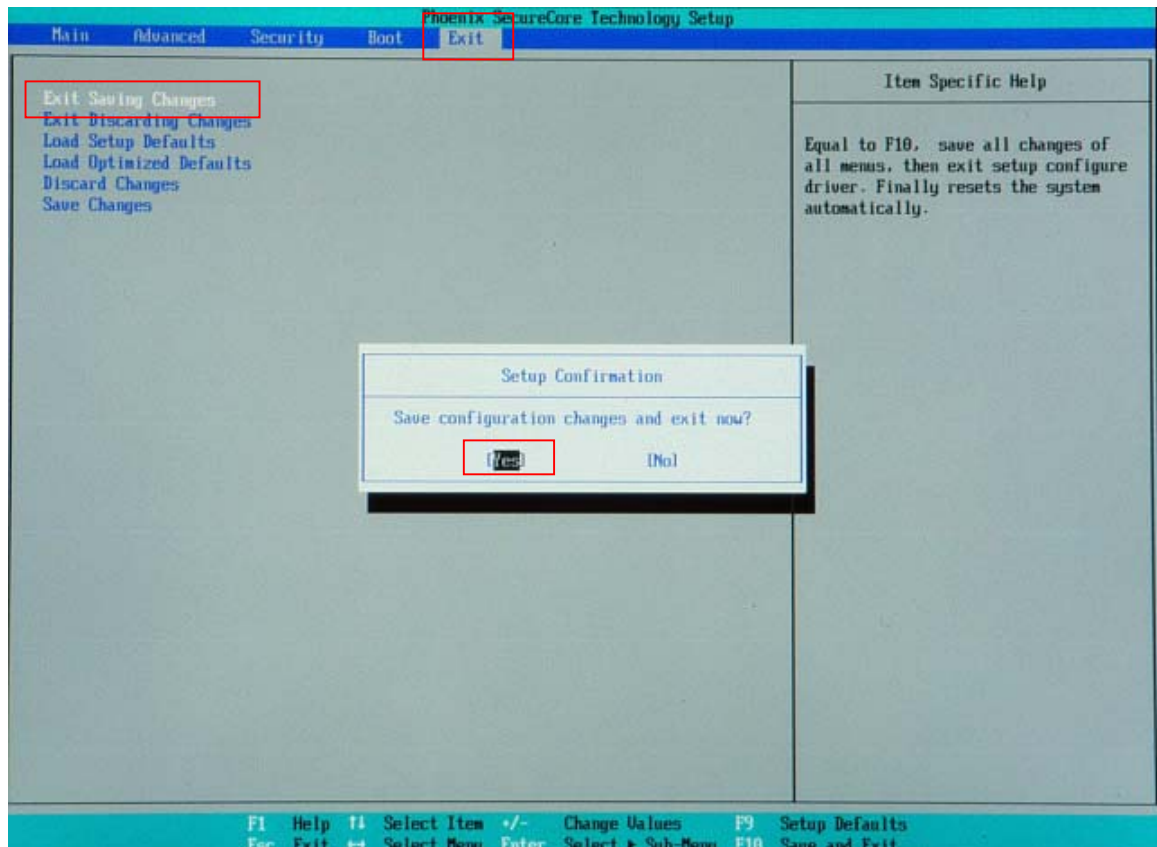

図 6-1-4. BIOS 設定 保存と終了
- ⑩ [Exit]メニューを選択します。(図 6-1-4)
- ⑪ [Exit Saving Changes]を実行し、設定を保存して終了します。